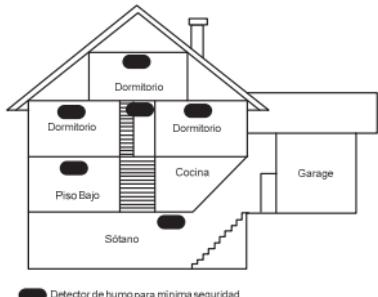

Figura 4: Lugares de ubicación de los detectores de humo y calor en una residencia con varios pisos.
- ◆ Instale los detectores de humo y calor lo más cerca posible del centro del techo. Si no es posible, coloque el detector en el techo, a no menos de 10 cm (4 pulgadas) de cualquier pared o rincón, como se muestra en la Figura 4.
- ◆ Si no es posible la instalación en el techo, y su normativa estatal o provincial permiten la instalación en pared, coloque los detectores en la pared a una distancia del techo de entre 10 y 15 cm (4 y 6 pulgadas) según la Figura 4.